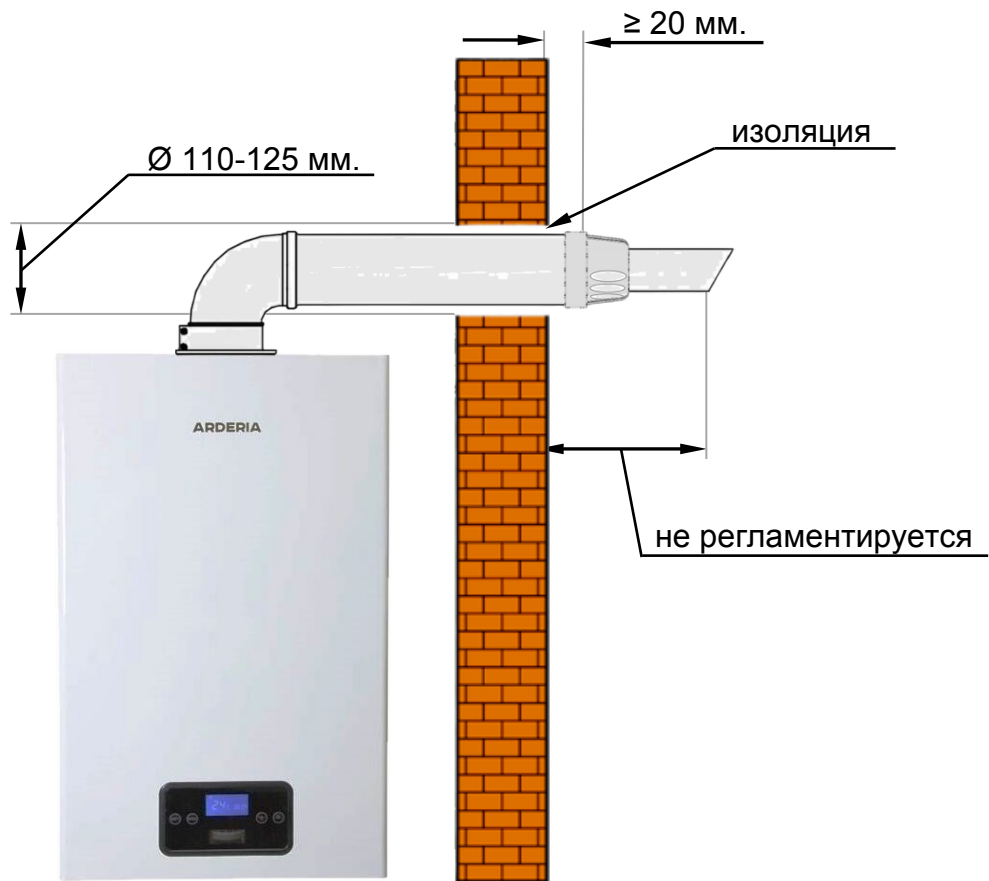

Рис. 24
- **Производитель рекомендует!** Край трубы забора воздуха после прохода сквозь стену должен выступать от стены не менее, чем на 20 мм. (См. Рис. 24).
- При прохождении трубы системы дымоудаления через стену **необходимо** изолировать её поверхность для исключения контакта со стеной. Изоляцию (См. Рис. 24) **необходимо** выполнить из негорючего теплоизолирующего материала, которым заполняется всё пространство зазора между стеной и поверхностью трубы системы дымоудаления. (См. Рис. 24).